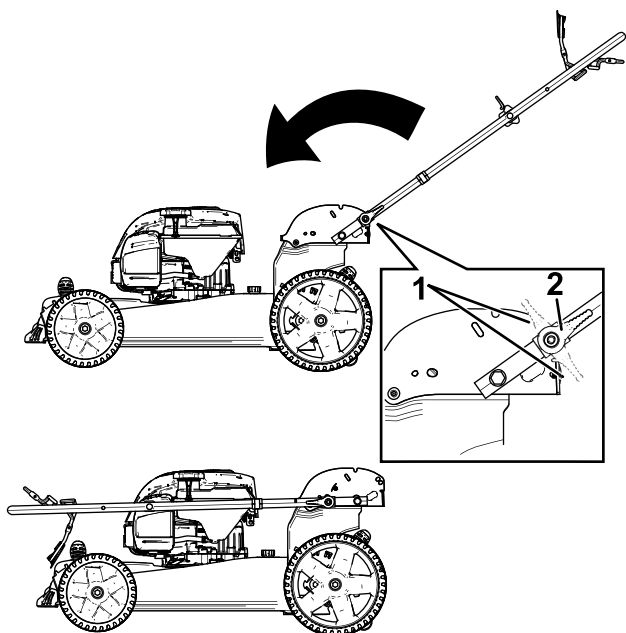

Рисунок 24
3. Разблокируйте фиксаторы рукоятки (Рисунок 24).
4. Полностью сложите рукоятку вперед (Рисунок 24).